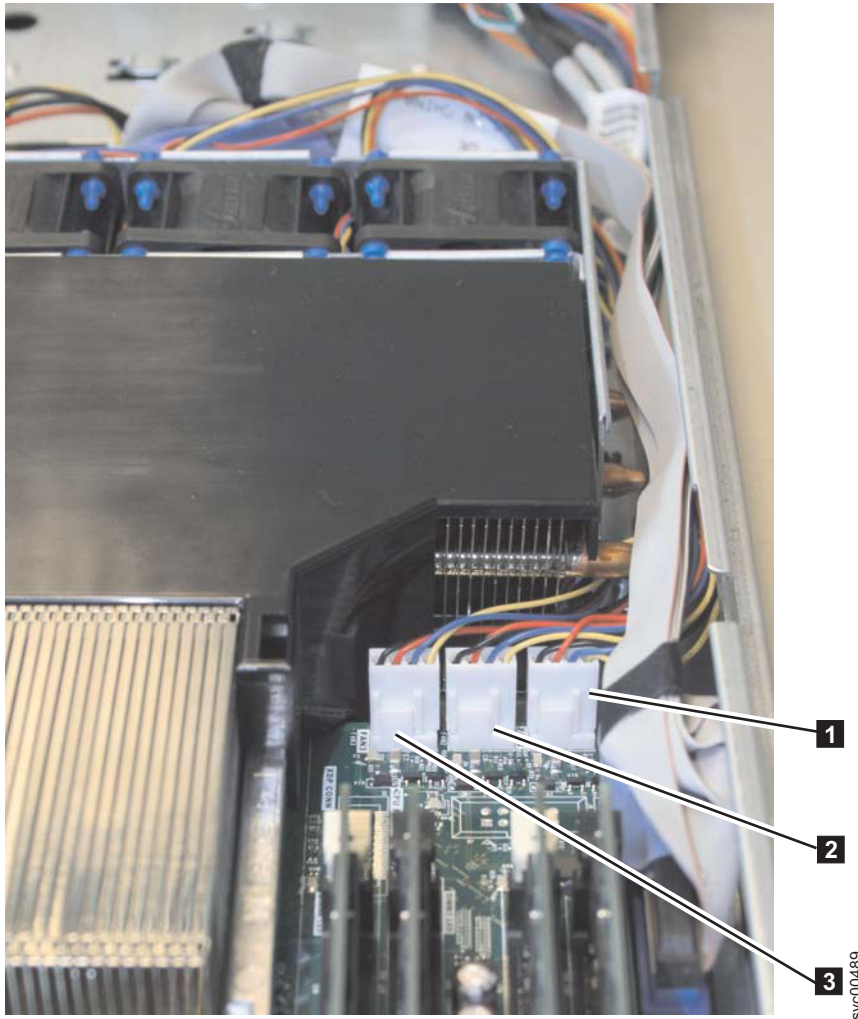

図 279. SAN ボリューム・コントローラー 2145-8A4 熱交換ファンのコネクタ
12. システム・ボードの前端に沿って 5 個のファン・コネクターを取り外します。316 ページの図 279 は、ファン・コネクターのうち 3 個を示しています。